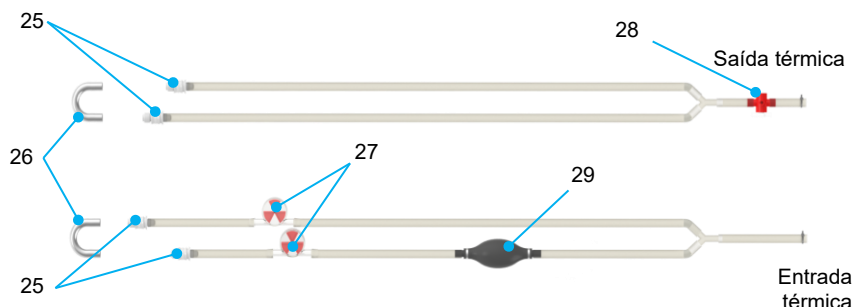

Figura 7 Tubulação térmica
A unidade térmica mantém a temperatura da solução de perfusão circulante usando elementos Peltier. Dependendo da temperatura definida, esses elementos resfriam ou aquecem o circuito interno de água por meio do efeito termoelétrico. Para transferir a temperatura do circuito interno de água para a solução de perfusão, a unidade térmica é conectada por meio de tubos de silicone às portas do trocador de calor dos dois oxigenadores (*Figura 7* e *Figura 14*). A porta de saída da unidade térmica é conectada à porta de “entrada de água” do trocador de calor e a porta de entrada da unidade térmica é conectada à porta de “saída de água” do trocador de calor.
- Coloque a tubulação térmica (Figura 7 com o acoplador da tubulação de água (item 26) o mais baixo possível. Certifique-se de que durante enchimento e remoção do ar (seção 2.3.1), a entrada e a saída da unidade térmica (Figura 7, itens 21 e 22) estão no ponto mais alto, para que as bolhas de ar se movam na direção da unidade térmica.
- Aperte o balão de esvaziamento repetidamente (Figura 7, item 29) para expelir o máximo de ar possível da tubulação térmica do lado da AH.